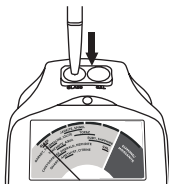

Abb. 1.5
- Drücken Sie den Teststift auf die Glasscheibe auf der linken Seite der Leuchtanzeige (**Abb. 1.5**). Drücken Sie lediglich so fest, dass die Prüfspitze vollständig im Sondierstift verschwindet. Die Anzeige sollte bis innerhalb des roten Streifens (vorzugsweise in der Mitte des roten Streifens) aufsteigen und die Schrift "Glass" sollte innerhalb von etwa zwei bis drei Sekunden oben angezeigt werden.